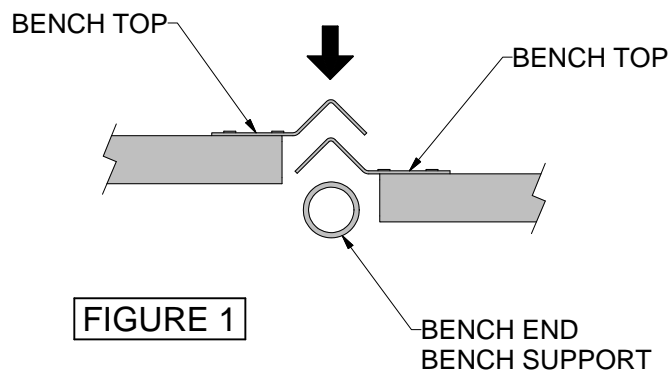

FIGURE 1
3. SECURE UPPER BENCH TOPS WITH STACKER CLIPS. SEE **FIGURE 1**
1. ATTACH ADJOINING UNIT'S STABILIZER AND BENCH END TO THE EXISTING UNIT'S BENCH END. SET BENCH TOPS OVERLAPPING EXISTING BENCH TOPS AS SHOWN IN FIGURE 1.